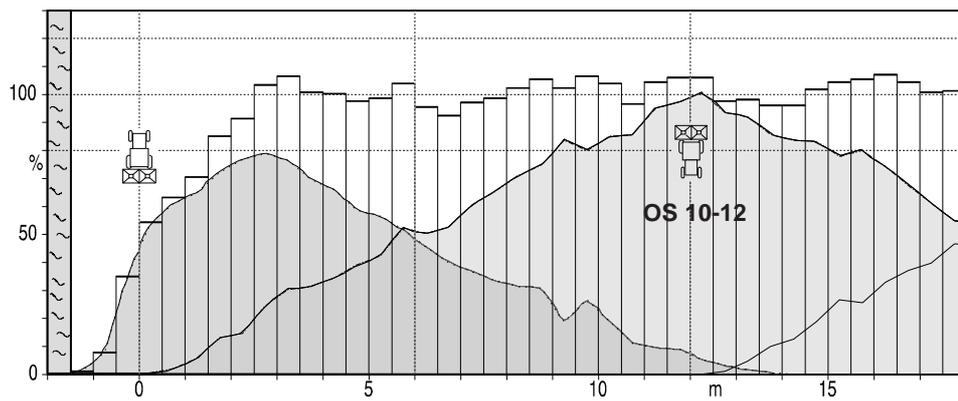

Fig. 4.4
Dans le cas du VarioDisc 10-18, la projection atteint environ 36 m (comparez avec la fig. 4.4). Il en résulte des zones de recroisement importantes à 15,16 et 18 m qui présentent un avantage certain du point de vue de la régularité d'épandage. Pour les largeurs de travail 10m et 12 m, ces grandes largeurs de projection peuvent être nuisibles en particulier en cas d'utilisation du déflecteur de bordure.
**Compte tenu du décret concernant l'emploi des fertilisants interdisant toute projection d'engrais hors des limites de la parcelle**, il n'est possible de s'y conformer, dans les cas exposés ci-dessus, qu'en utilisant les VarioDisc OS 10-12 (voir fig. 4.4).